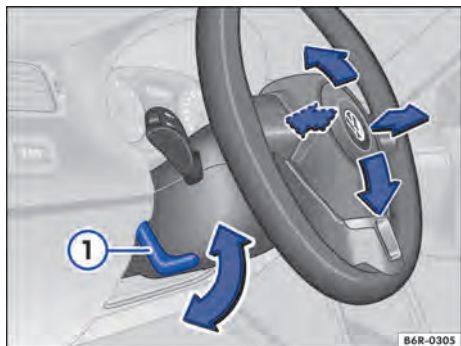

Fig. 40 Ajustar a posição do volante mecanicamente.
- Virar a alavanca ⇒ Fig. 40 ① para baixo.